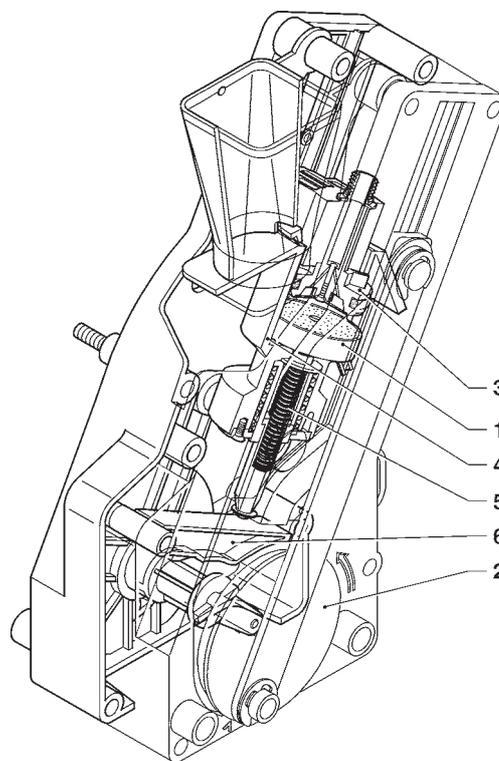

Fig. 18
A manivela do motoredutor engatada no disco externo (2) ao conjunto roda de 180° causando a oscilação da câmara de infusão e a descida do pistão superior (3) (ver a Fig. 18). Por efeito da pressão da água a mola de pré-infusão (5) cede e o pistão inferior (4) desce de 4 mm, consentindo a formação dum estrato de água que permite o aproveitamento uniforme da pastilha de café.